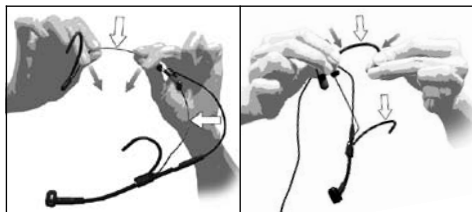

Abb. 6: Nackenbü-
- Halten Sie den Nackenbügel bzw. Ohrbügel fest an den in Abb. 6 bezeichneten Stellen und biegen Sie **vorsichtig** etwas nach innen.
Siehe Abb. 6.